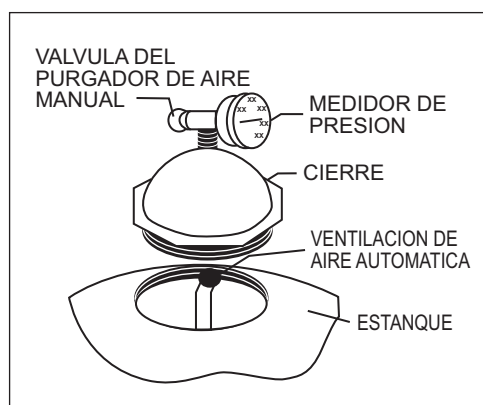

Figura 1.
- Pivotee el difusor fuera del centro del estanque en los TR40, 60, TR60 ClearPro, 100 y 140 rotando el conjunto del difusor en el sentido contrario en que giran las manillas del reloj. (**AVISO:** El conjunto del multidifusor no se debe mover en los modelos TR100HD, TR100C, TR100C-3 y TR140C, TR140C-3. Después de instalar el material del filtro tal como se ha descrito a continuación revise para verificar que las partes superiores de los difusores estén paralelas con la parte superior de la capa de arena.) Llene el estanque con agua hasta alrededor de la mitad. Vacíe gravilla primero (si se va a usar) y luego arena en la parte superior del filtro lentamente de modo que el impacto del material del filtro no dañe los laterales. Vea la información en la Tabla 2 en este manual para verificar la cantidad de arena y grava adecuada. Llene el filtro al nivel adecuado para mantener el espacio libre (vea la Tabla 2). Pivotee el conjunto del difusor de nuevo a su posición vertical si es que se movió. Asegúrese que la ventilación de aire automática está sobresaliéndose en la parte superior del cierre tal como se indica a continuación en la Figura 1. Asegúrese que la ventilación de aire automática está en el centro del cierre del filtro. Lave toda la arena alrededor de la abertura roscada en la parte superior del estanque.